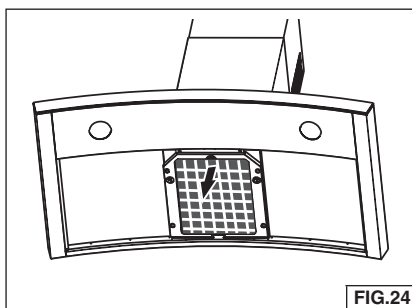

FIG.24
2. Para instalar el filtro de GRASA, alinee las lengüetas posteriores del filtro con las ranuras de la campana. Estire hacia abajo la lengüeta del cierre, presione el filtro en su posición y libere. Asegúrese de que el filtro esté firmemente acoplado después de su instalación. Fig. 24.